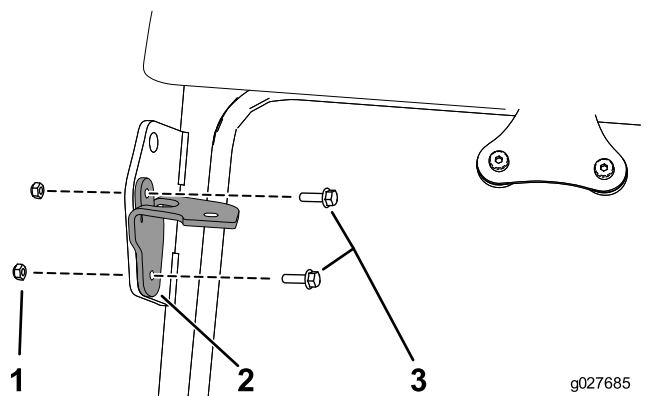

Figura 2
1. Prenda a montagem direita ao lado direito no ponto de elevação frontal direito da cabina utilizando 2 parafusos (M6) e 2 porcas (Figura 2).
2. Prenda a montagem esquerda ao lado esquerdo no ponto de elevação frontal da cabina utilizando 2 parafusos (M6) e 2 porcas (Figura 2).